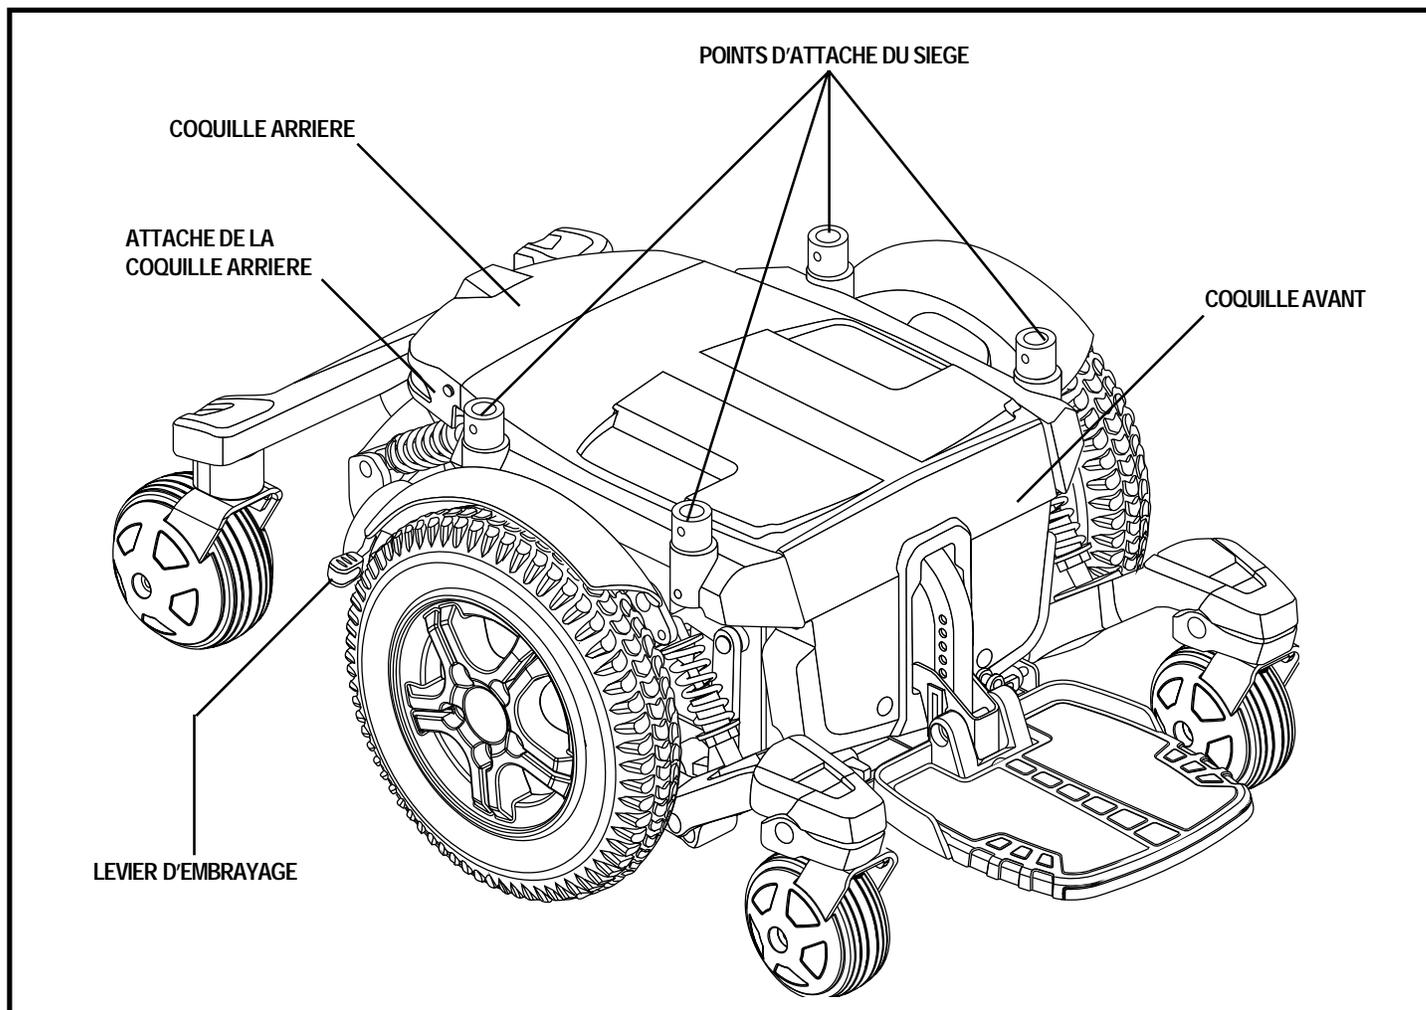

Figure 6. Base motorisée de Quantum 6000
5. Desserrez les fixations sur le capot et retirez-le. Voir la figure 6.
7. Réinstallez le capot puis resserez les fixations. Voir la figure 6.
7. Desserrez les fixations sur le capot et retirez-le. Voir la figure 6.
3. Desserrez les fixations sur le capot et retirez-le. Voir la figure 6.